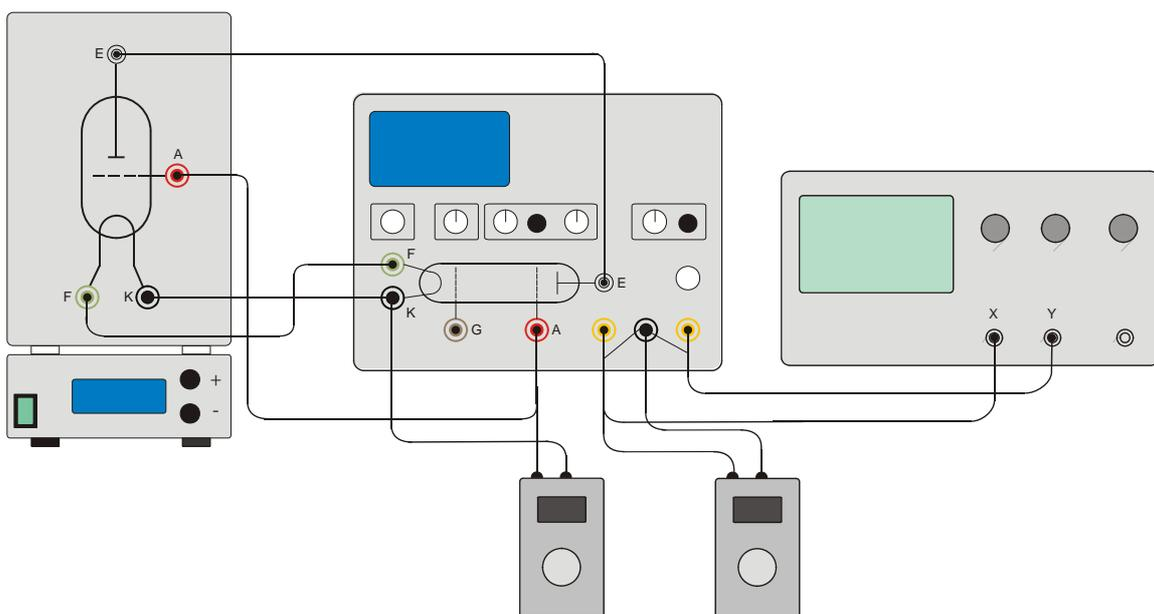

Fig. 3 Struttura sperimentale tubo di Franck-Hertz con 2 voltmetri digitali
- Collegare il voltmetro digitale all'uscita di segnale ( $U_x$ ) e alla presa di terra (vedere fig. 3).